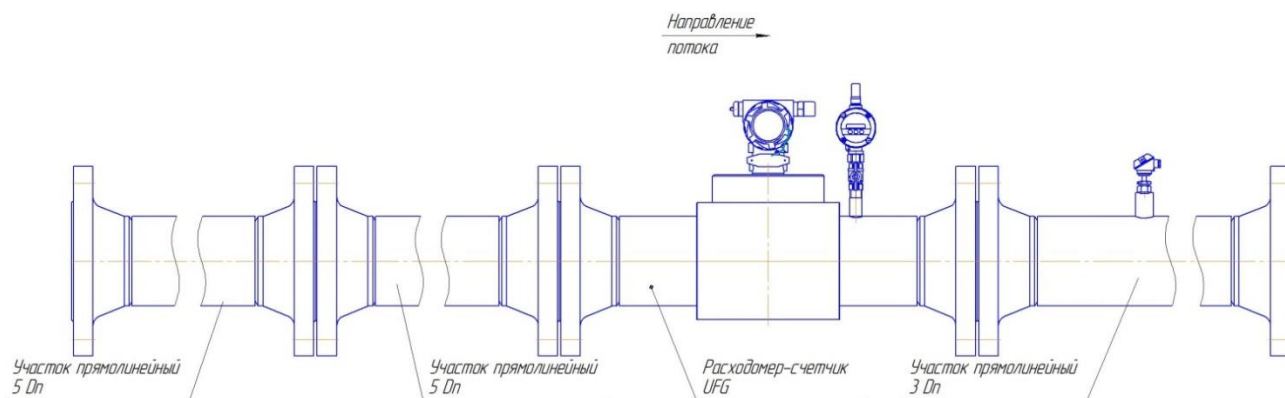

Рисунок 2.15 – Пример составного прямолинейного участка длиной 10Dn
2.5.7 Прямолинейные участки ИТ могут быть изготовлены из одной или нескольких секций, в соответствии с пп. 2.5.2, 2.5.3, 2.5.4. Пример составного прямолинейного участка длиной 10Dn (Рисунок 2.15).